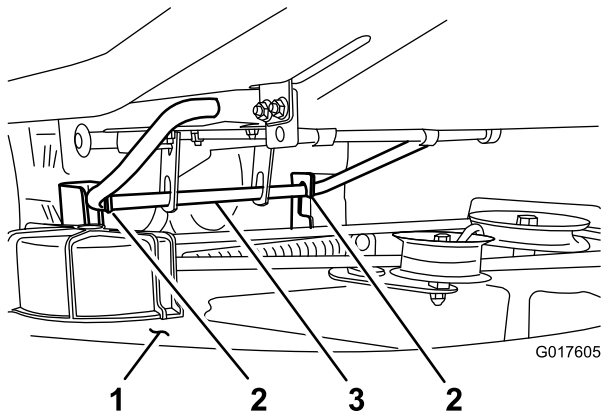

Figura 35
7. Eleve la carcasa del cortacésped, desenganche las pletinas de suspensión de la varilla de elevación trasera, y baje el cortacésped con cuidado al suelo (Figura 35).
7. Eleve la parte trasera de la carcasa del cortacésped y coloque las pletinas de suspensión sobre la varilla de elevación trasera (Figura 35).